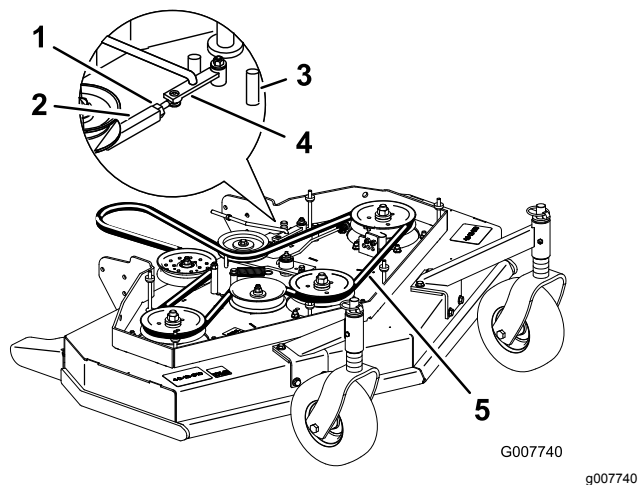

Рисунок 46
3. Ослабьте контргайку на винтовой стяжке (Рисунок 46).
4. Чтобы увеличить натяжение ремня, поверните винтовую стяжку в сторону задней части деки газонокосилки. Чтобы уменьшить натяжение ремня, поверните винтовую стяжку в сторону передней части деки газонокосилки (Рисунок 46).